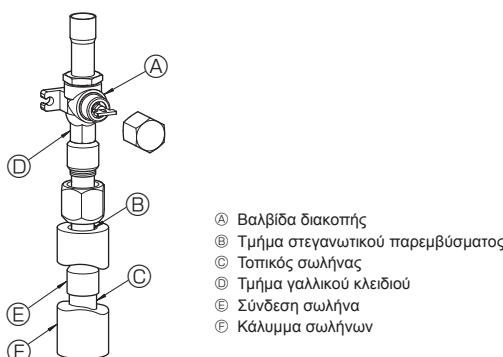

Fig. 4-3
③ Ακολουθήστε την παρακάτω διαδικασία για να συνδέσετε τη σωλήνωση αερίου. (Fig. 4-3)
- Χαλκοκολλήστε την παρεχόμενη σύνδεση σωλήνα ② στην εσωτερική μονάδα χρησιμοποιώντας υλικά χαλκοκόλλησης τα οποία παρέχονται τοπικά και τον τοπικό σωλήνα ② χωρίς οξυγόνο.
- Συνδέστε τη σύνδεση σωλήνα ② με τη βαλβίδα διακοπής αερίου.